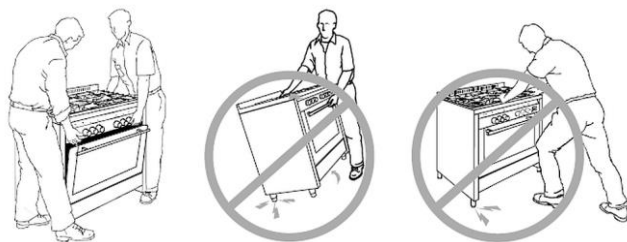

Fig. 3
2. Lyft inte apparaten i ugnsdörrhandtaget, utan öppna ugnsdörren och håll apparaten i den övre delen av ugnskammaren (fig. 3).